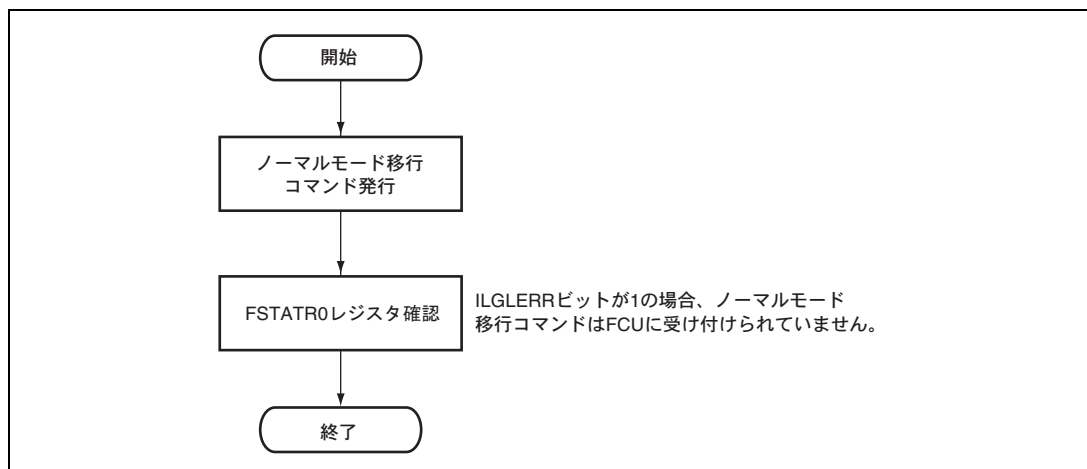

図 25.17 ROM P/E ノーマルモード移行コマンド使用方法
(4) ROM P/E ノーマルモード移行コマンド使用方法
ROM P/E ノーマルモードへの移行方法には、ROM リードモード時に FENTRYR レジスタを設定する方法（「25.6.3 (1) FCU RAM へのファームウェア転送方法」を参照）と ROM P/E モード時にノーマルモード移行コマンドを発行する方法（図 25.17）があります。ステータスリードモード移行、ロックビットリードモード移行コマンドの使用法もノーマルモード移行コマンドの使用法と同様です。